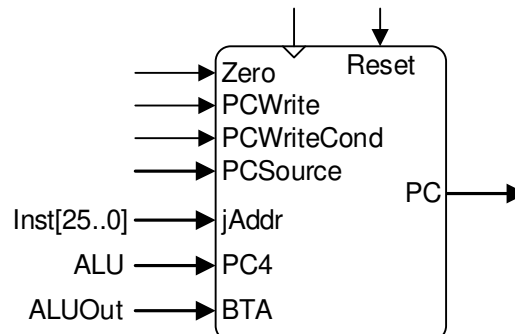

Figura 2. Módulo de atualização do PC.
Relativamente à versão *single-cycle*, este módulo tem que ser alterado, uma vez que agora quer o incremento do *Program Counter* (PC) quer o cálculo do *Branch Target Address* (BTA) são feitos na ALU (na primeira e na segunda fase de execução da instrução, respetivamente). Deverá, no entanto, continuar a calcular o *Jump Target Address* (JTA). Assim, este módulo tem as seguintes entradas (ver Figura 2):